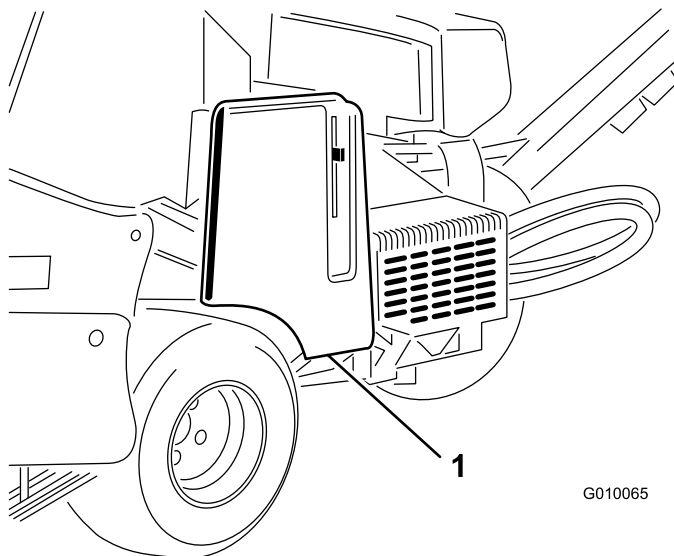

Figura 55
1. Abra la cubierta de la correa y retírela (Figura 55).